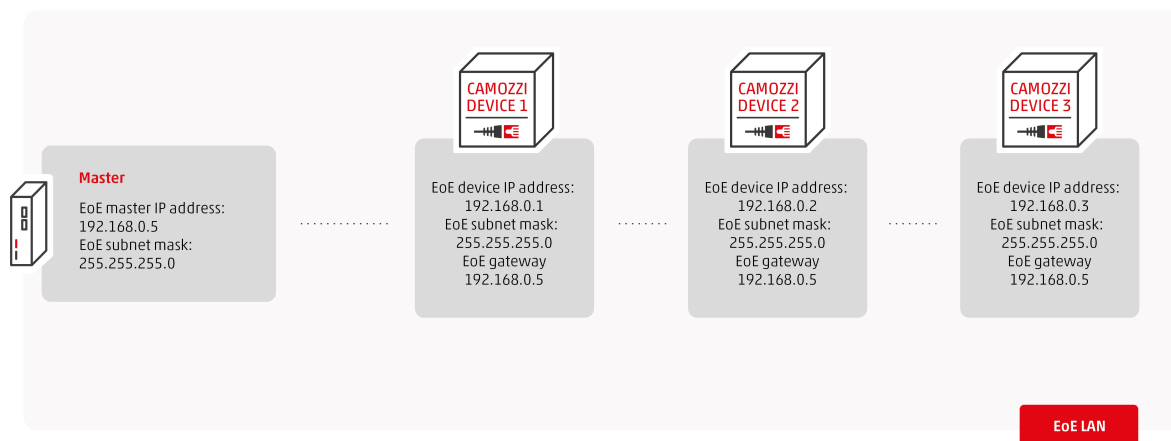

Figura 2.4: Internal Communication via EoE
- **Internal Communication via EoE:** in questa casistica il master gestisce sia la comunicazione EtherCAT che quella Ethernet, figura 2.4.